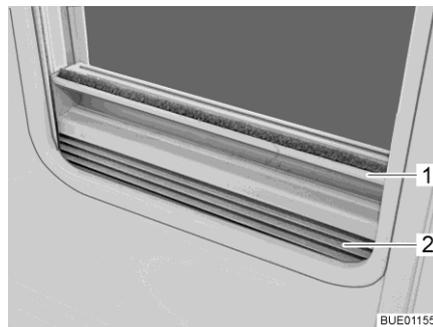

Fig. 52 Dispositif occultant plissé
- Fermer : ■ Saisir le dispositif occultant plissé (Fig. 52,2) par le centre de la barre-poignée (Fig. 52,1), le tirer du bas vers le haut et le relâcher à la hauteur voulue. Le dispositif occultant plissé reste alors à cette hauteur.